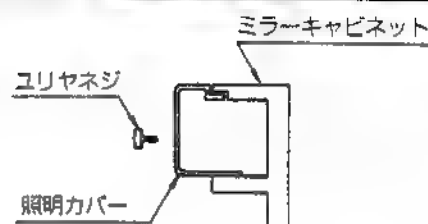

図1
- ①電源（スイッチ）を切ります。
- ②照明カバーの前面についている化粧ビス（ユリヤネジ）を左にまわして取外してください。（図1）